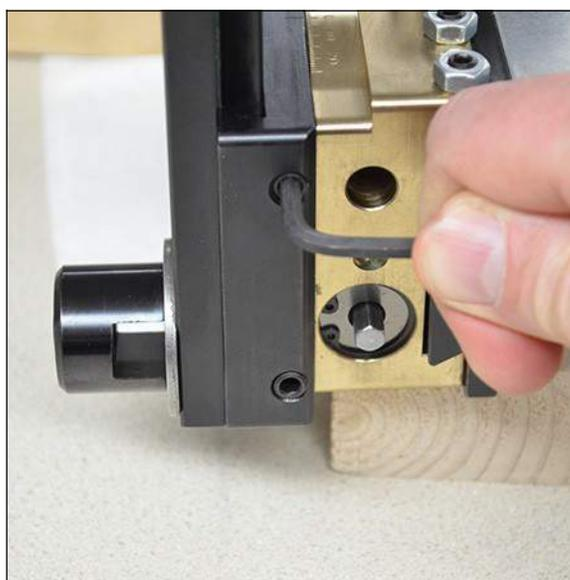

FIGURE 3-29. SERRER LES VIS DE LIBÉRATION DU PIVOT
2. Avec une clé hexagonale de 4 mm, serrer les deux vis de blocage du pivot sur le côté de la tête d'outil, à l'opposé de la vis de blocage du lardon d'entraînement (Figure 3-29) jusqu'à ce que les broches internes se libèrent.